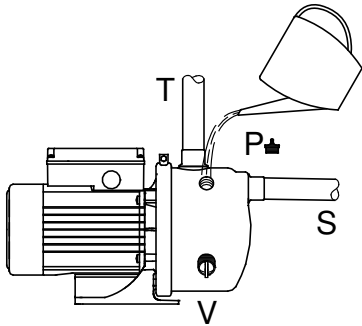

Рис. 2 Заливка насоса
Демонтировать пробку (V) сливного отверстия, см. рис. 2, и ввернуть эжекторный клапан в отверстие. Затянуть клапан только вручную.
См. рис. 2.